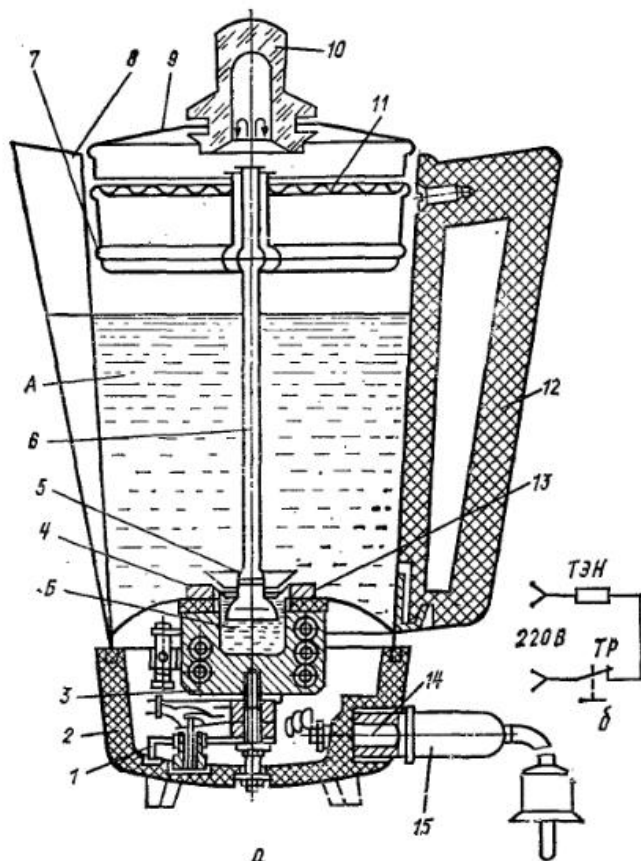

Рис. 2. Электрокофеварка перколяционного типа;
**ПЕРКОЛЯЦИОННАЯ ЭЛЕКТРОКОФЕВАРКА.** В перколяционной (гейзерной) электрокофеварке вода заливается в резервуар А (рис. 2, а) корпуса и одновременно попадает в резервуар Б; гейзер в разделяет эти резервуары. При включении электронагревателя 3 происходит закипание воды в резервуаре Б. При этом в нем повышается давление. Подвижная шайба 4 закрывает отверстие клапана 5, вода поднимается вверх по гейзеру, попадает через крышку 11 в сетчатый цилиндр 7, в который засыпан кофе, проходит через кофе и попадает в резервуар А. При этом давление в резервуаре Б падает, шайба 4 отходит вниз, открывая отверстия клапана 5. Из резервуара А поступает следующая порция воды в резервуар Б. Затем цикл повторяется снова и снова до тех пор, пока вся вода не пройдет через кофе вышеуказанным образом. О готовности напитка свидетельствует интенсивный выход воды из гейзера.
На корпусе кофеварки имеются отметки, указывающие объем заливаемой воды. Электрическая схема кофеварки представлена на рис. 2, б.